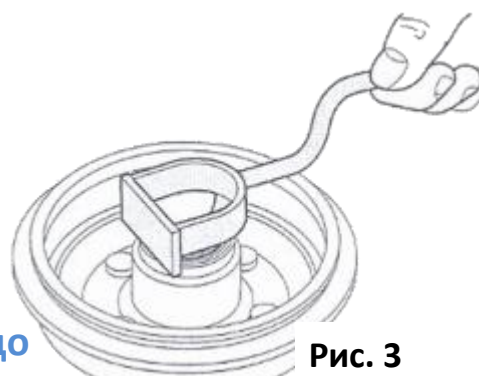

Рис. 3
- 7) Снимите внутреннее уплотнительное кольцо с помощью рычага (Рис.3)